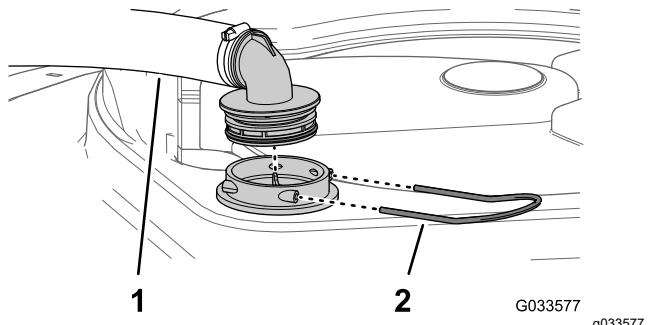

Figura 56
2. En la parte superior del depósito de fumigación, retire la horquilla de retención que sujeta el acoplamiento que está conectado a la manguera grande y al alojamiento del filtro (Figura 56).
3. Retire la manguera y el acoplamiento del alojamiento del filtro (Figura 56).